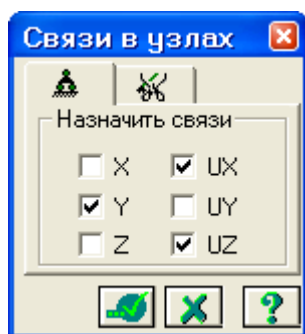

Рис.6.9. Диалоговое окно **Связи в узлах**
- В диалоговом окне **Связи в узлах** (рис.6.9), с помощью установки флажков, укажите направления, по которым запрещены перемещения узлов: **Y**, **UX** и **UZ** (эти направления соответствуют связям симметрии на плоскости отсечения).